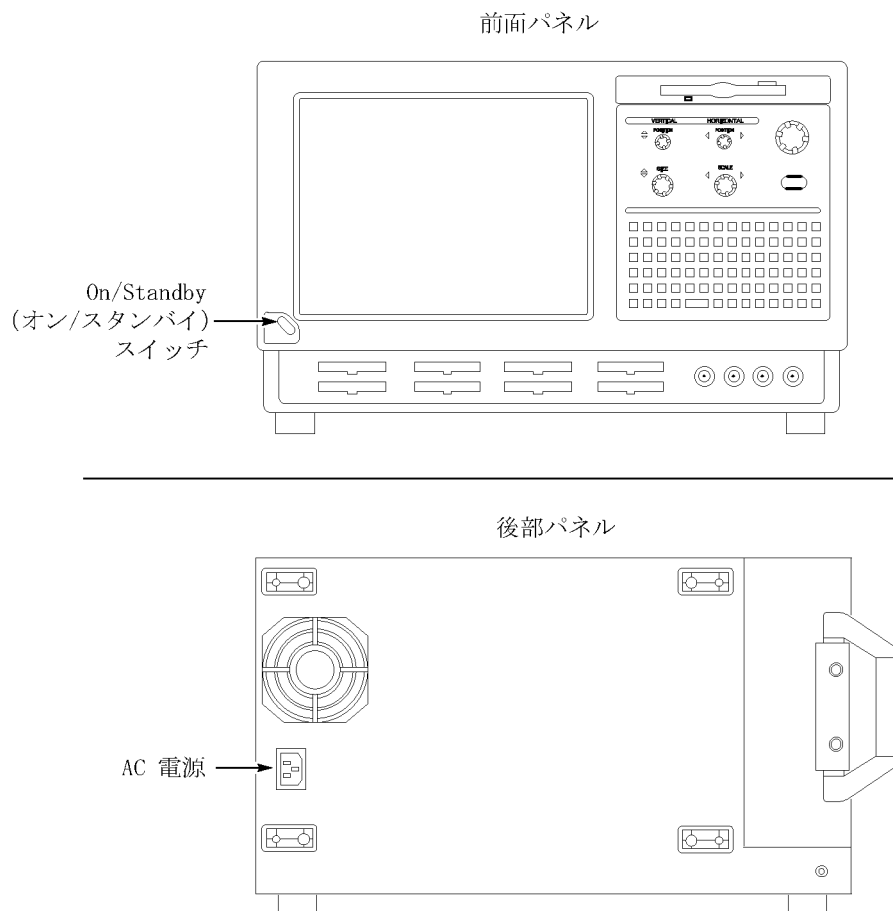

図 4: 電源コード・コネクタの位置
1. 電源コードを接続します。(図 4 参照)。
- a. 機器の前面にある On/Standby (オン/スタンバイ) スイッチを押して、ロジック・アナライザの電源をオンにします。(図 4 参照)。